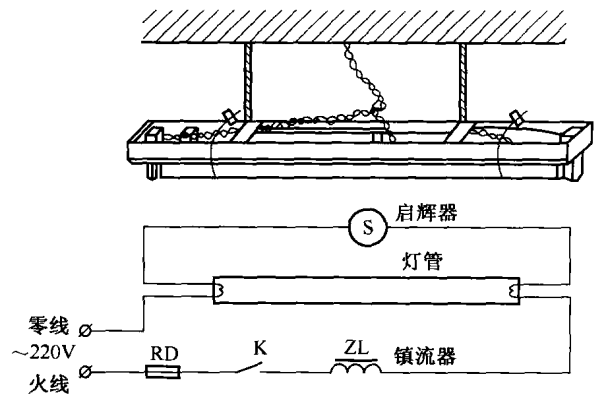

图 1-3 日光灯
① 日光灯。日光灯是荧光灯的一种。日光灯具有发光效率高、寿命长、光色柔和等优点，广泛应用于办公室和家庭照明。它的外形及接线方法如图 1-3 所示。